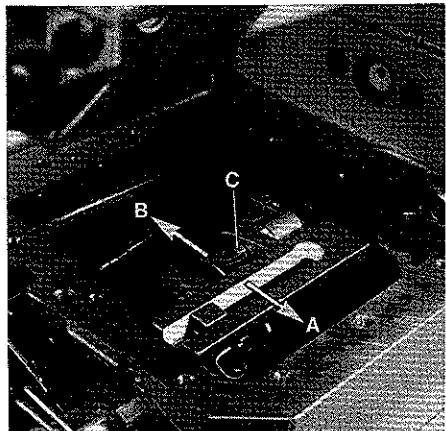

Fig.69
2. Loosen screw (C, Fig.69).
3. To increase the looper avoid motion move screw (C, Fig.69) in the direction of the arrow towards "A", to decrease the motion move it in the direction towards "B". Retighten screw.
2. Lösen Sie die Schraube (C, Fig.69).
3. Verschieben Sie für einen größeren Seitenweg die Schraube (C, Fig.69) in Pfeilrichtung nach "A" und für einen kleineren Seitenweg in Richtung nach "B". Ziehen Sie die Schraube wieder an.